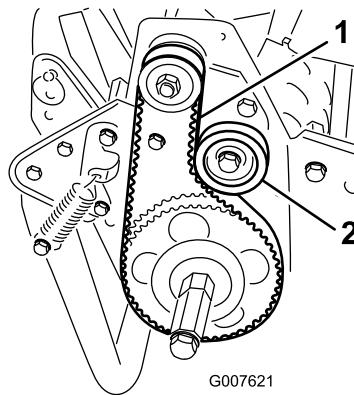

図 31
2. プーリ間の中央（図 31）でベルトを 1.8~2.2 kg程度の力で押して点検します。ベルトのたわみが 6 mm 程度あれば適正です。
- A. アイドラ・プーリ固定ナットをゆるめ、プーリをベルトの背に押しつけて、適当な張りを出す（図 31）。